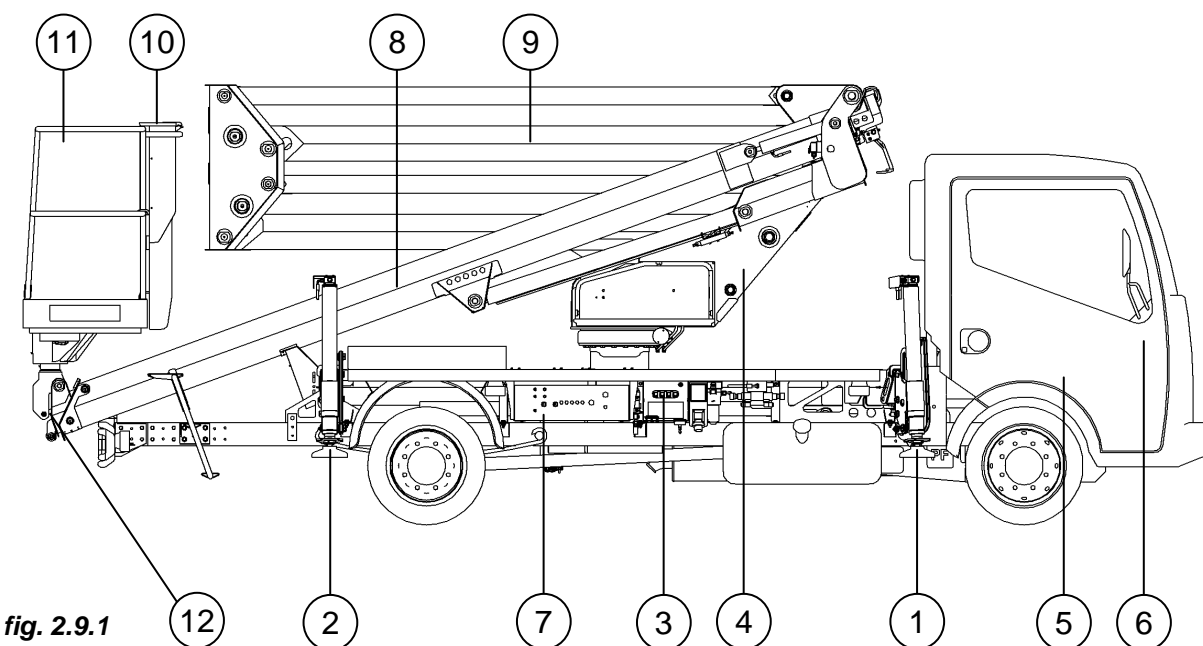
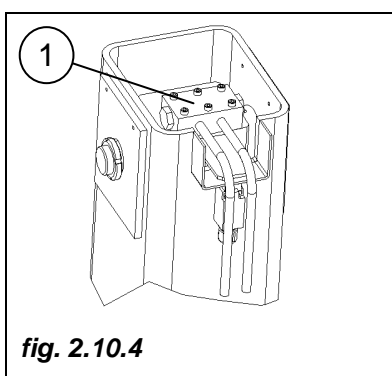

fig. 2.9.1
fig. 2.10.4
Posizionata una su ogni cilindro stabilizzatore (*pos. 1 fig. 2.10.4*), una sul cilindro sollevamento braccio telescopico, una su cilindro sfilo braccio telescopico (*pos. 9 fig. 2.9.1*), una montata sul cilindro sollevamento pantografo (*pos. 10 fig. 2.9.1*), una sul cilindro livellamento piattaforma di lavoro e una sul cilindro rotazione piattaforma di lavoro (*pos. 12 fig. 2.9.1*).